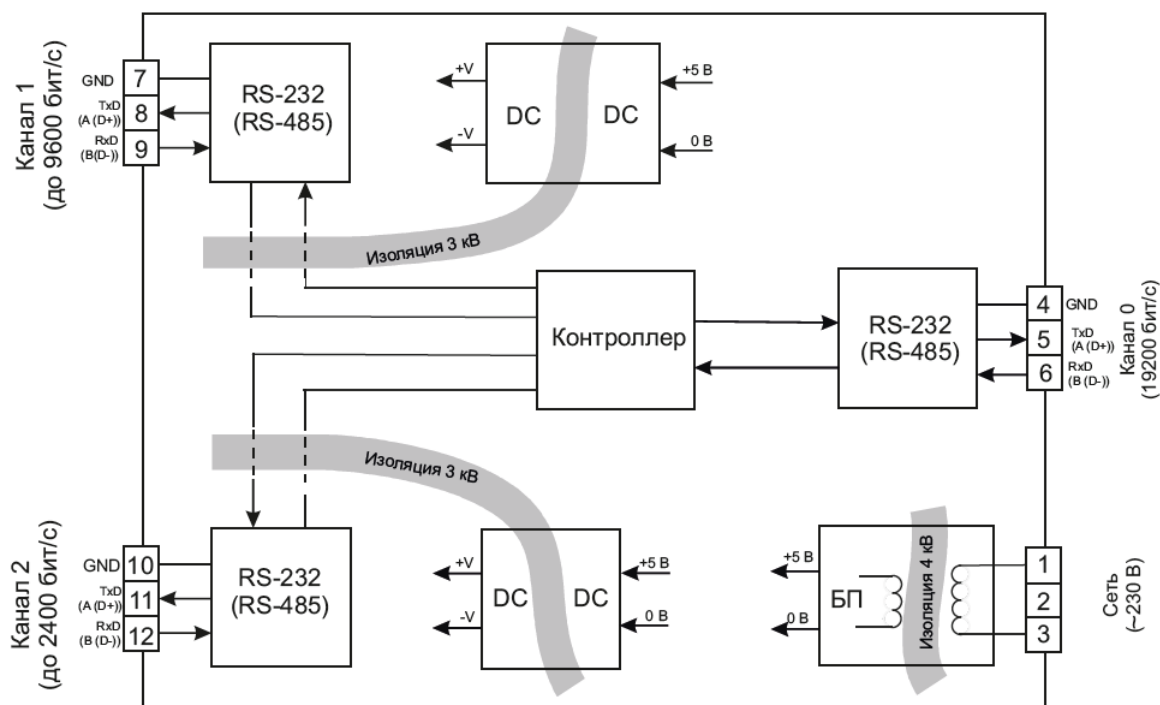

Рисунок 3.1 – Схема электрическая функциональная преобразователей
2.4.4 При подключении интерфейса RS-232 следует руководствоваться значениями вне скобок – «RxD», «TxD» и «GND» (рисунок 3.1). При подключении интерфейса RS-485 – значения в скобках: «A((D+))», «B(D-)» (рисунок 3.1).